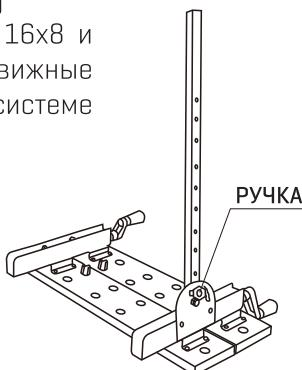

рис.2
- При помощи болтов M8x14мм, шайб 16x8 и гаек M8xP1.2 прикрепите выдвижные вертикальные стойки к зажимной системе рабочего стола. [см. рис.2]